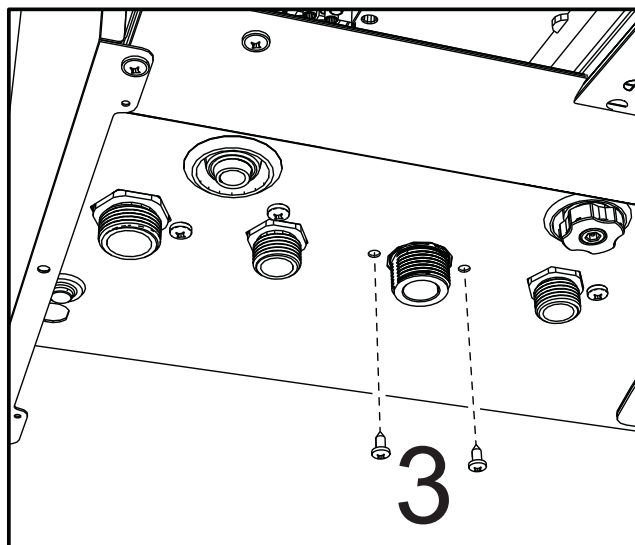

fig. 43
- Draai de schroeven "3" los (fig. 43)